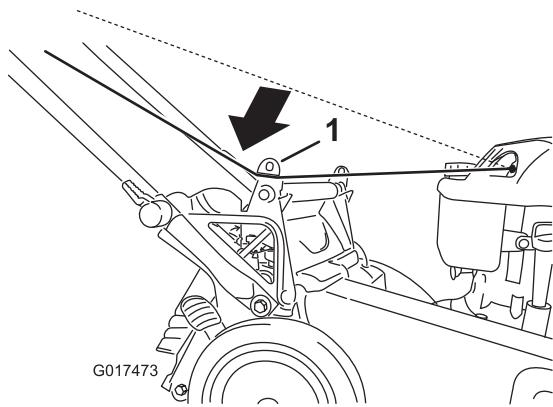

Figura 22
- Pase la cuerda del arrancador alrededor de la guía de cuerda inferior (Figura 22).